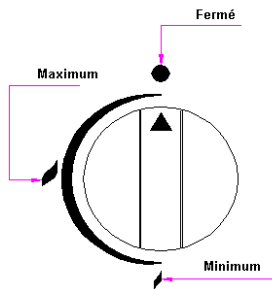

Fig. 3
c) Premere il comando del bruciatore scelto e un quarto di giro in senso antiorario fino a raggiunge la posizione massima (Fig. 3)
e) Per il bruciatore al minimo girare in senso orario senza tenere premuto dalla posizione di massimo a quella di minimo. (Fig.3)